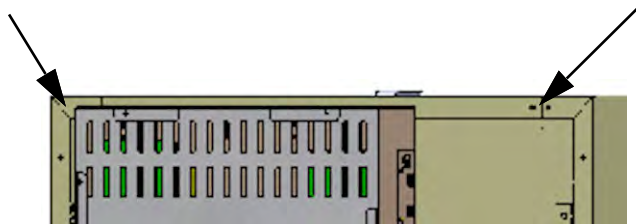

図 2-6. サポートフレームねじの取り外し
7. 上部装置の後端上部にある4つのネジを取り外します 図 2-6。